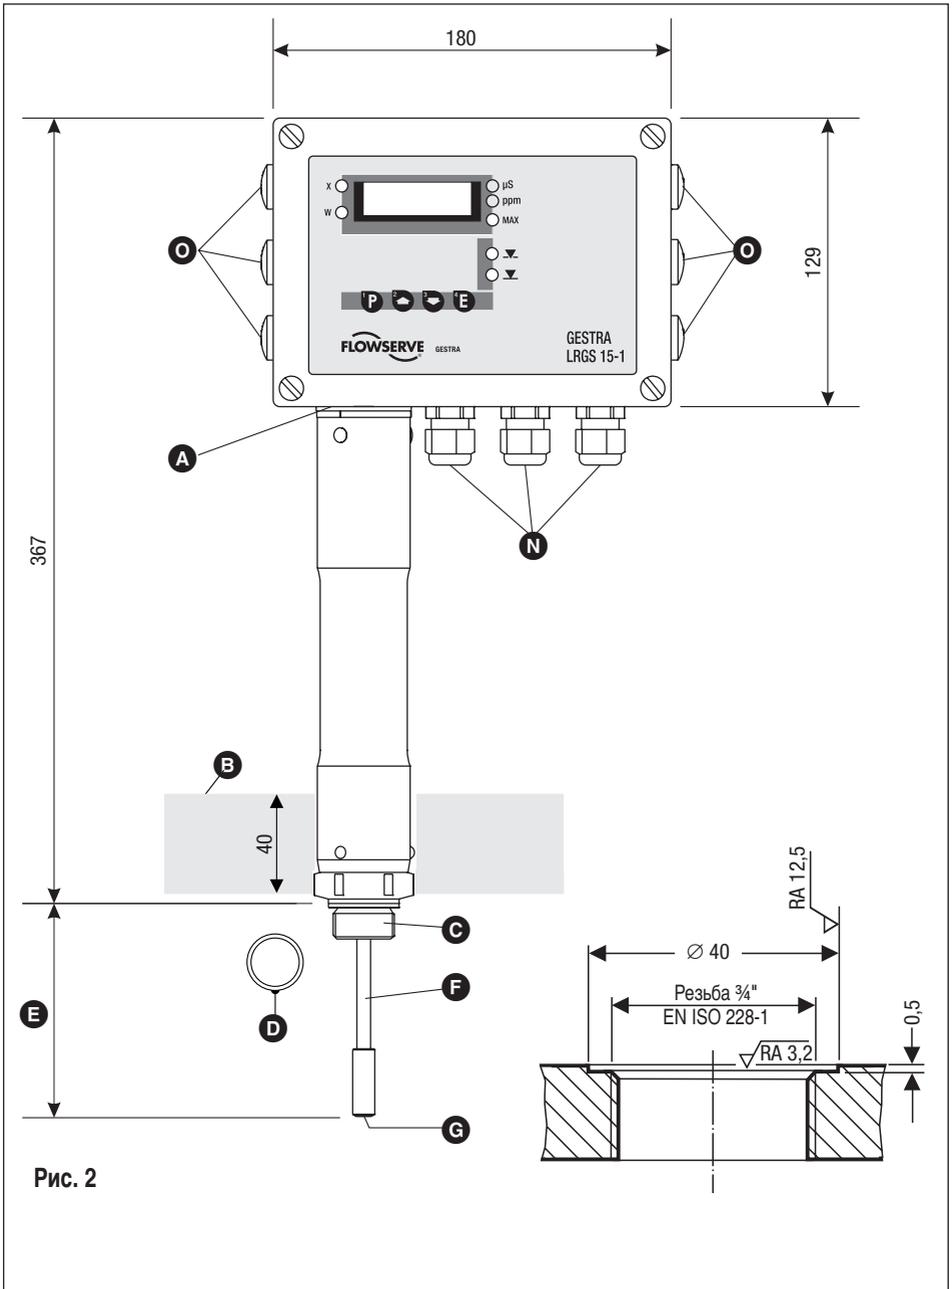

Рис. 2
- Следите, чтобы измерительная поверхность электрода **Рис. 2** была постоянно погружена в жидкость.
1. Проверьте посадочные поверхности, резьбу монтажного отверстия. (см. **Рис. 2**). При необходимости обработайте поверхности в соответствии с параметрами, указанными на рисунках.